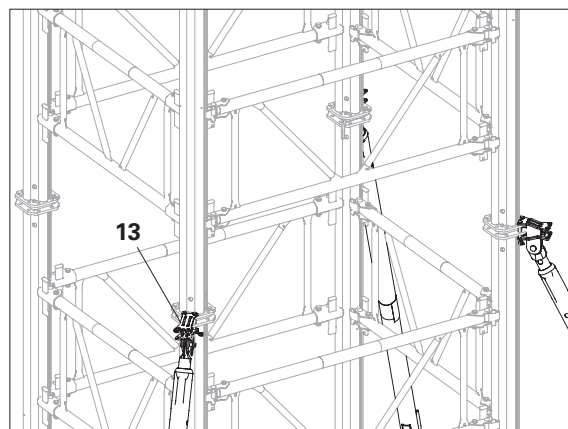

Fig. A5.02a
1. Fissare l'attacco puntello di stabilizzazione MP MR (13) al giunto dei puntelli. (Fig. A5.02a)